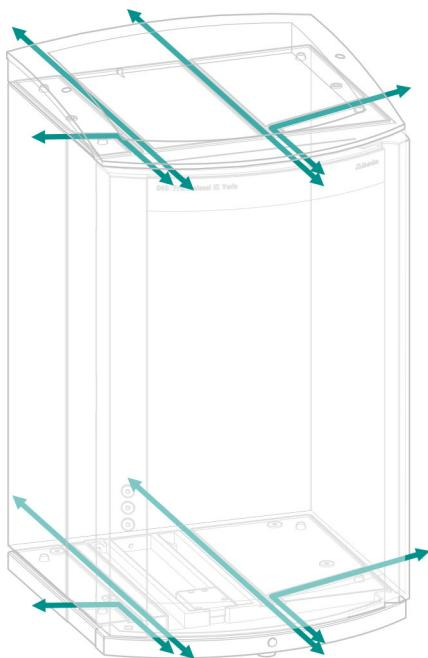

Figura 5 Canales para capilares
- canales entre el aparato y la bandeja así como entre el aparato y el soporte de botellas (*véase figura 5, página 14*)